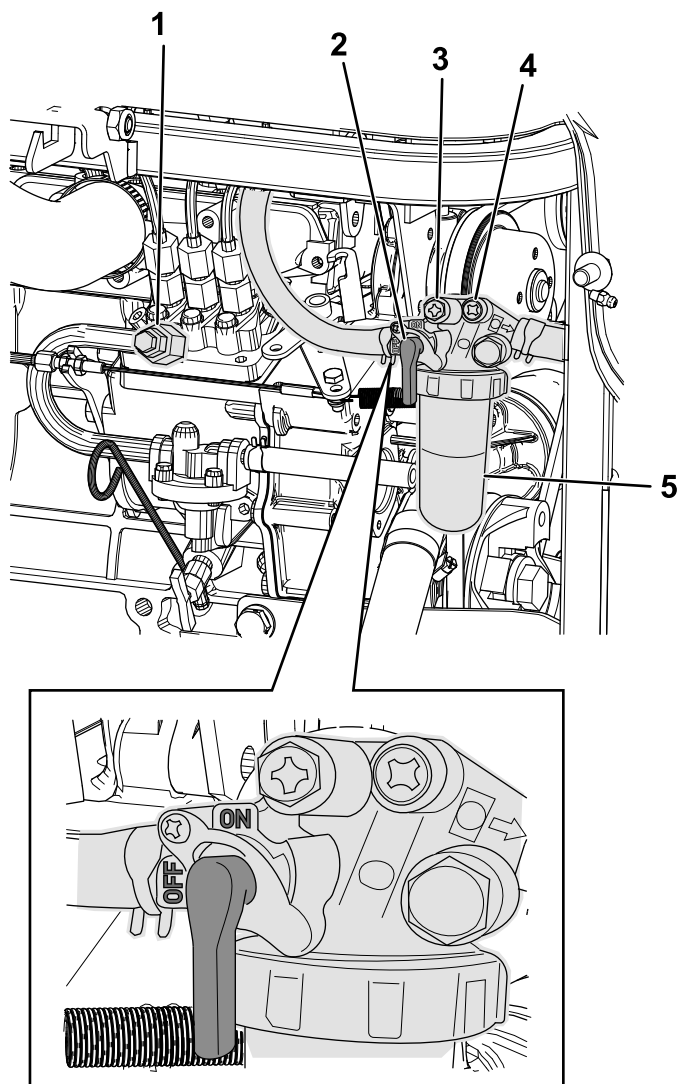

Figura 59
7. Accertatevi che la leva del filtro dell'aria sia in posizione di ATTIVAZIONE (Figura 59).
8. Aprite la prima vite di spurgo dell'aria, collocata sulla pompa di iniezione del carburante (Figura 59).
10. Quando il carburante inizia a fuoriuscire, serrate la vite di spurgo dell'aria (Figura 59).
11. Aprite la seconda vite di spurgo dell'aria, collocata sulla pompa di iniezione del carburante (Figura 59).
13. Quando il carburante inizia a fuoriuscire, serrate la seconda vite di spurgo dell'aria (Figura 59).
7. Ruotate la leva del filtro del carburante in posizione di ATTIVAZIONE (Figura 59).